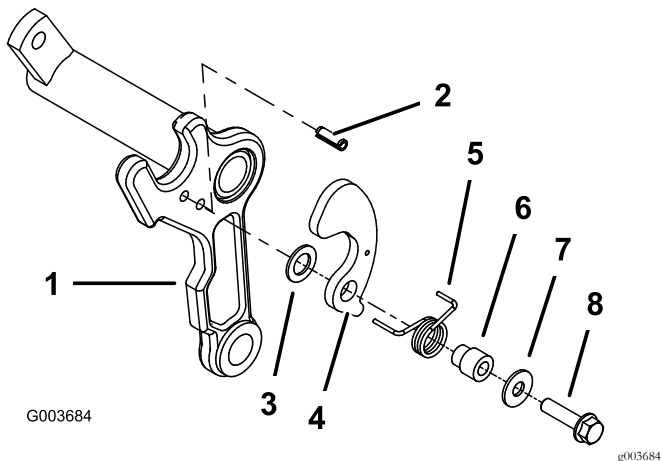

Figure 6
4. Placez une goupille cylindrique dans le trou inférieur du côté approprié du bâti porteur de chaque plateau de coupe (Figure 6).
5. Du côté du bâti porteur où est déjà installée la goupille cylindrique, montez une rondelle en plastique, un support de bac, un ressort de torsion, une bague à bride de bac, une rondelle plate (3/8" x 7/8") et un boulon (5/16" x 1/4") ; voir Figure 6.